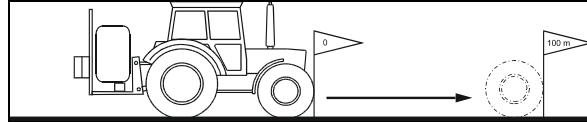

Fig. 4
2. Begin en eindpunt markeren (Fig. 4).